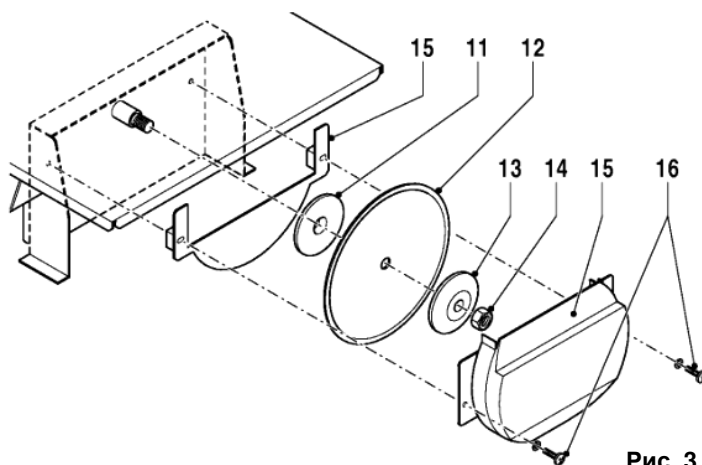

Рис. 3
- Установите обратно внутреннюю кромку (11)(См. Рис.3), диск (12) и внешнюю кромку (13).
- Установите на место гайку (14)(См. Рис.3) и крепко затяните ее.
- Установите крышку корпуса (15)(См. Рис.3). Крепко затяните винты (16).